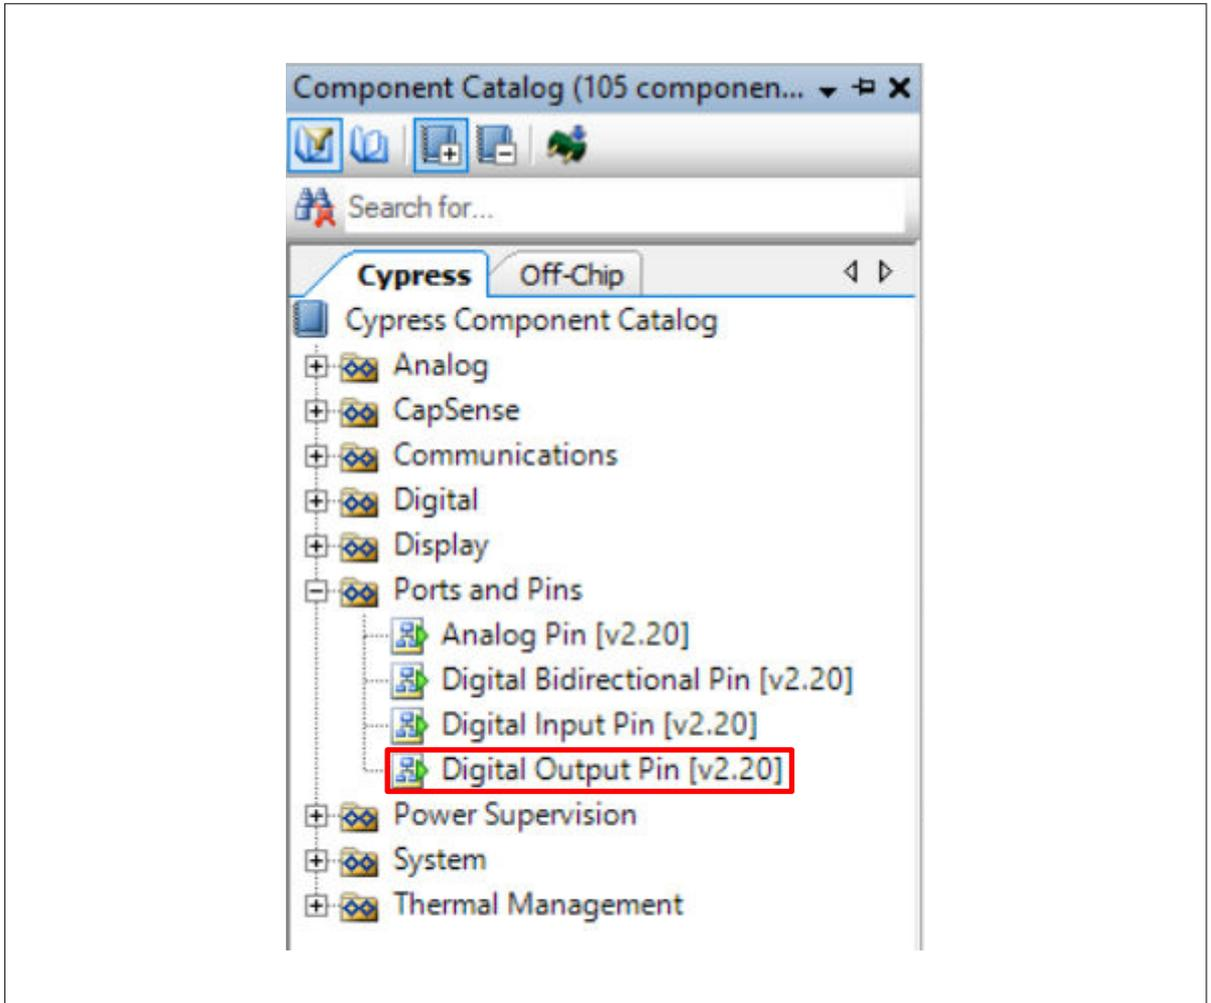
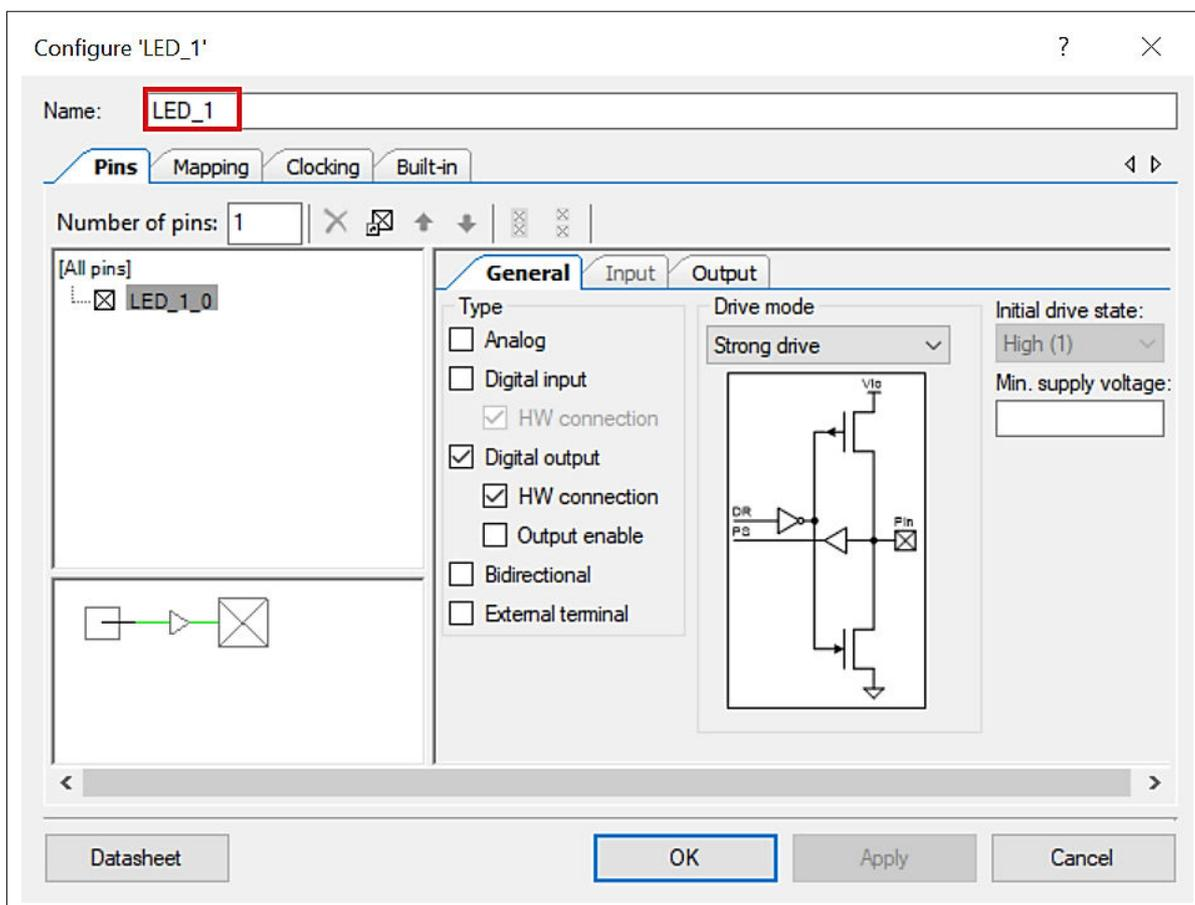

図 42 デジタル出力ピンコンポーネントの場所
図 43 ピンコンポーネントの再名付け
9. **Digital Output Pin** コンポーネントをドラッグ アンドドロップしてください。図 42 と図 43 に示すように、その名前を LED_1 に変更してください。他のデジタル出力ピンコンポーネントを追加して、LED_2 と名付けてください。